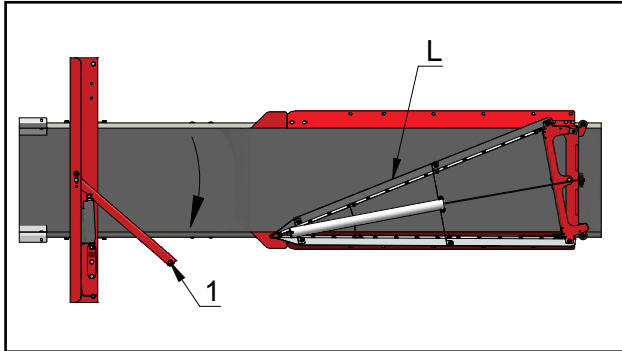
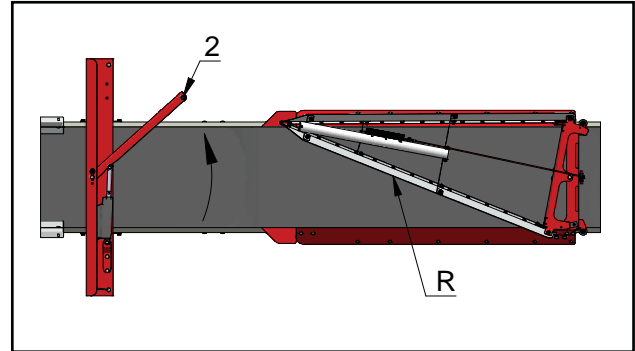

Fig. 32a
Fig. 32b
- Kontroller skrapesiden. Skrape-siden venstre er på venstre siden når man ser skrapen i front. **Se Fig. 32a** viser venstre og **Fig. 32b** viser høyre.